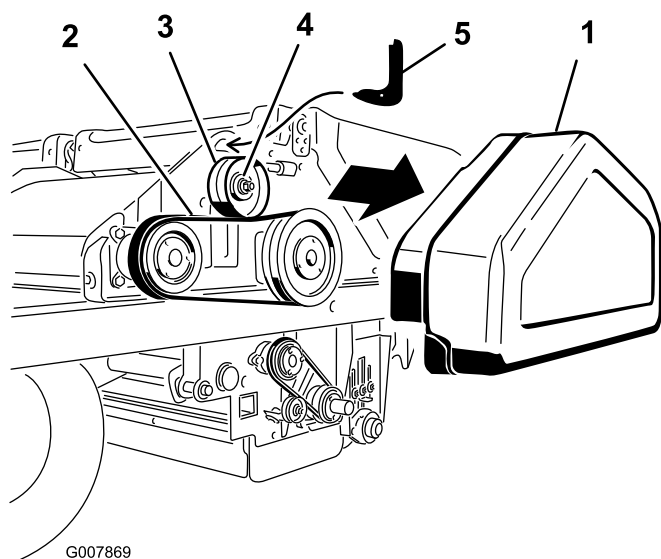

Рисунок 59
1. Снимите кожух ремня (Рисунок 59).
- Ослабьте гайку на натяжном шкиве (Рисунок 59).
- Вставьте крючок инструмента для натяжения ремня в отверстие над натяжным шкивом (Рисунок 59). Уприте изогнутый низ инструмента в натяжной шкив.
- Вставьте поводок динамометрического ключа на 1/2 дюйма в отверстие в инструменте для натяжения ремня (Рисунок 59).
- Поворачивайте инструмент на себя, пока не будет достигнут крутящий момент 50 дюйм-фунт, после чего, сохраняя крутящий момент, затяните гайку натяжного шкива (Рисунок 59).